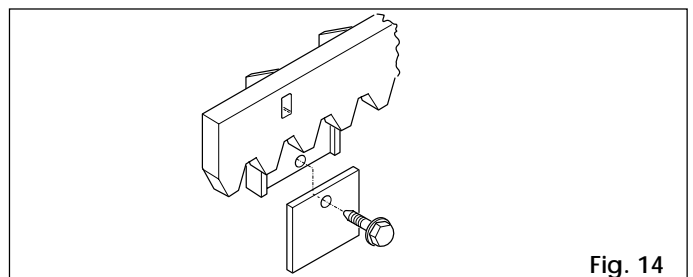

Fig. 14
4.4.3. SCREW-ON NYLON RACK (Fig. 14)